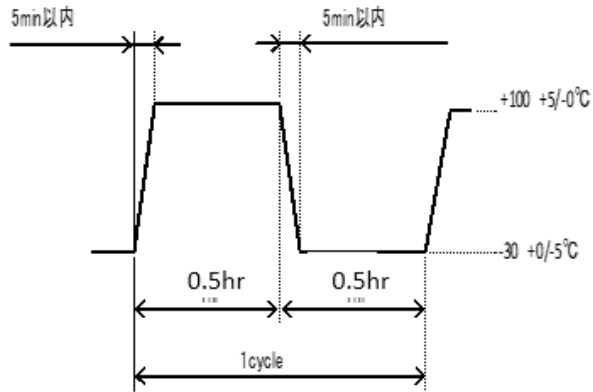

Fig4.温度プロファイル Thermal profile
- 4) 試験槽に 102deg C (0.5h)→-32deg C(0.5h) を 1 サイクルとした 500 サイクルのプログラムを入力する。(Fig4)
- 4) Enter 500 cycles program with 102 degC (0.5 hr) → -32 degC (0.5 hr) as one cycle in the test chamber. (Fig4)